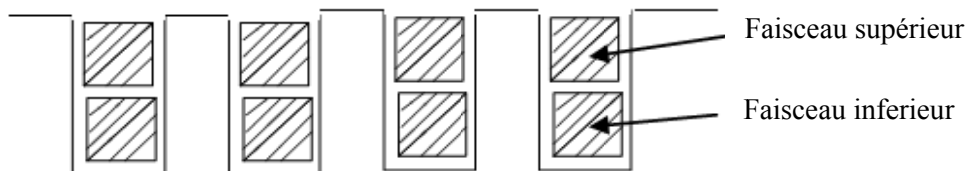

Figure. 4 : Encoches à deux couches
3.2 **Enroulement à deux couches :** également appelés à deux étages, chaque encoche comporte deux faisceaux identiques (de même section et en même nombre) qui sont disposés l'un au-dessus de l'autre (haut/bas), figure 4.